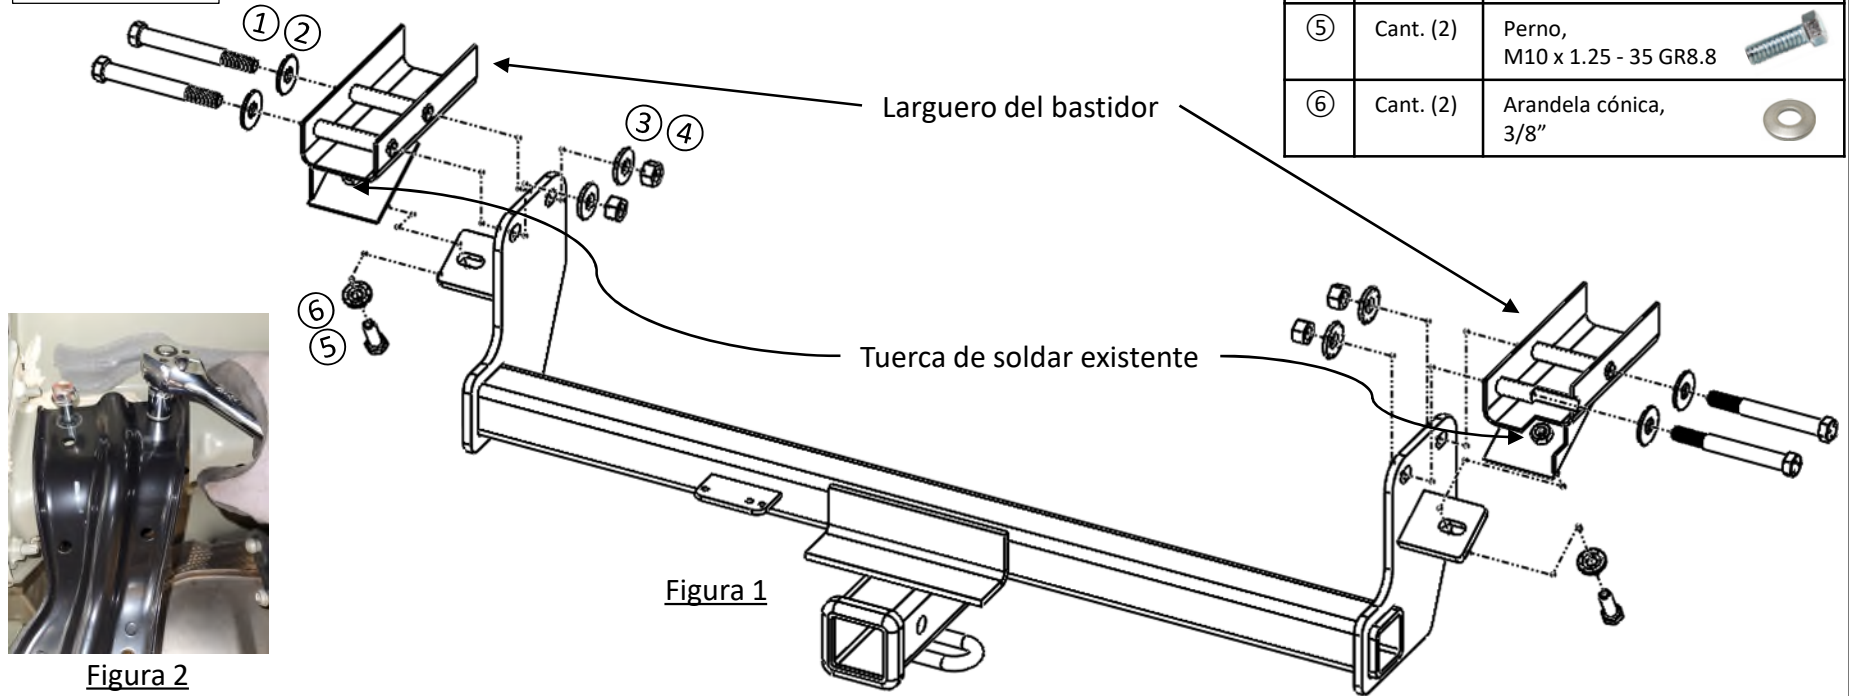

Figura 2
- 1. Quitar el soporte de sujeción del vehículo:** Con un cubo de 14 mm, quitar los (2) pernos del soporte de sujeción en el lado del pasajero trasero del vehículo, como se muestra en **Figura 2**. Devolver los pernos y soporte al propietario del vehículo.
1. Quitar el soporte de sujeción del vehículo: Con un cubo de 14 mm, quitar los (2) pernos del soporte de sujeción en el lado del pasajero trasero del vehículo, como se muestra en Figura 2. Devolver los pernos y soporte al propietario del vehículo.